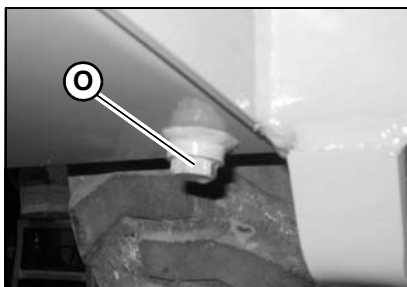

Figura 107 – Tapón de drenaje del depósito de aceite hidráulico
6. Retire el tapón de drenaje del depósito hidráulico (O, Figura 107) y permita que el aceite drene completamente.
10. Vuelva a instalar el tapón de drenaje y apriételo (O, Figura 107).